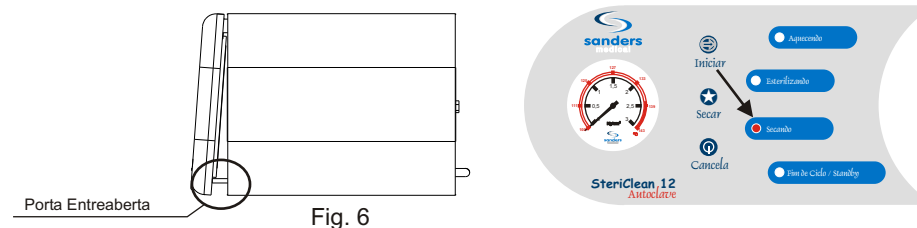

Fig. 6
8) Ao término do ciclo de esterilização a Autoclave soará 1 *beep*. Neste momento, a Autoclave despressurizará e todos os leds ficarão piscando. Após a despressurização, ela soará 10 *beeps* e irá entrar no ciclo de secagem. É necessário então, que o operador entreabra a porta para o início da secagem automaticamente (Fig.6). O painel então indicará “SECANDO”.